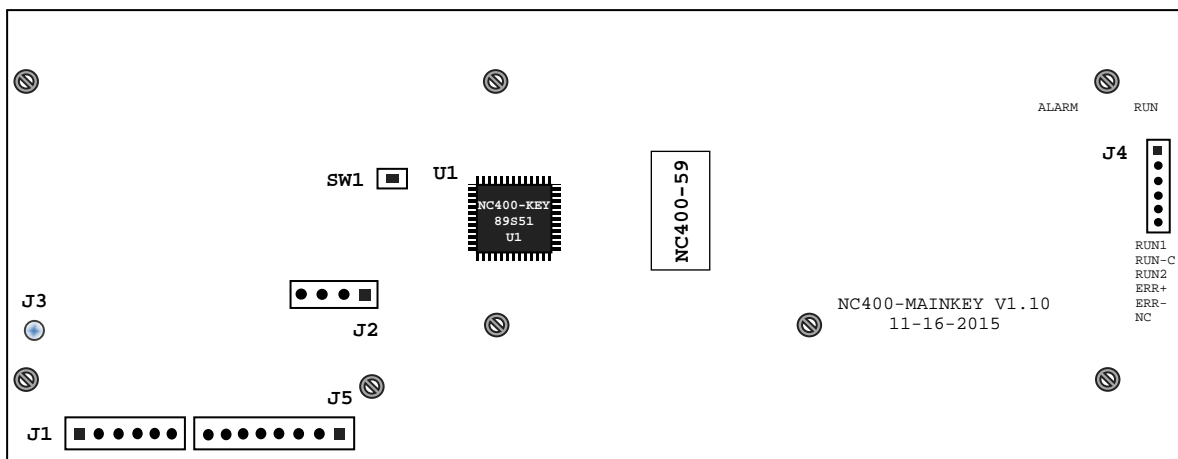

Рисунок 4.41 – Расположение разъёмов платы АЦК NC400-59
4.4.2.1 Функции блока клавиатуры в пульте оператора БУ NC400-5 выполняются плата АЦК NC400-59 и плата ФК «**F1**»-«**F8**» NC400-58. Блок клавиатуры ПО имеет 84 клавиши. Расположение разъёмов платы АЦК NC400-59 показано на рис.4.41.